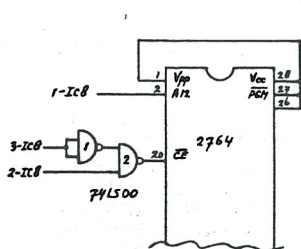

Fig 1
Fig.1 geeft de aansluiting van de 2764 met poorten 1 en 2 (LS00) voor de uitcodering van CE aan pen 20. De eprom wordt in een tussenvoet in een van de voeten van de schakelkaart geprikt. Dan zijn al 23 aansluitingen gemaakt, uitgaande van het gegeven dat de voeten op de kaart zijn omgebouwd voor het type 2732. De pennen 1,26,27 en 28 van de tussenvoet worden aan elkaar gesoldeerd en liggen via pen 26(24) aan de +5. Pen 2 komt aan pen 1-IC8.